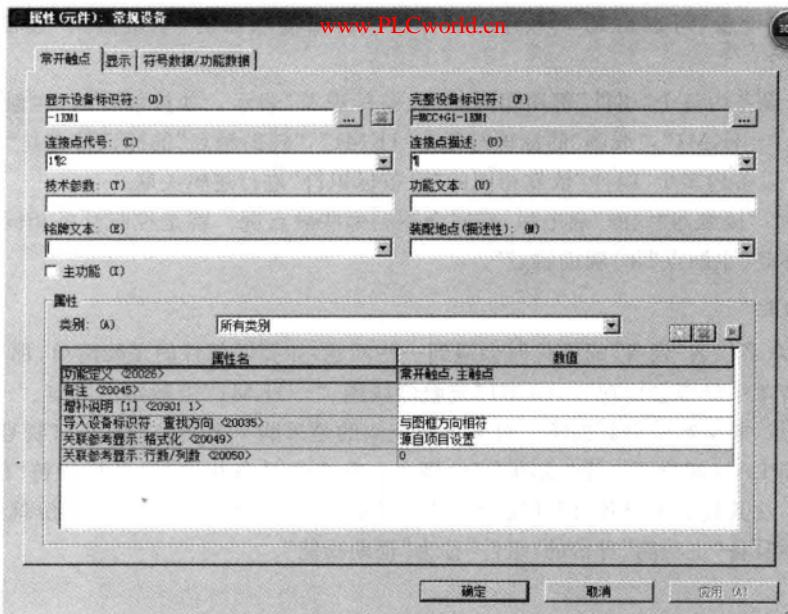

图 4-2 非主功能组件
- 放置“主触点”和“辅助触点”时,默认放置的是“辅助功能”,如图4-2所示,主功能复选框未选中。